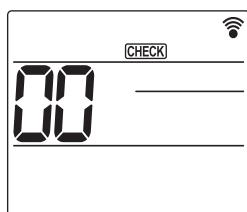

Fig. 7-9
- ① Active la unidad al menos 12 horas antes de realizar una prueba de funcionamiento.
- ② Pulse el botón **[MENU]** durante 5 segundos. (Fig. 7-9)